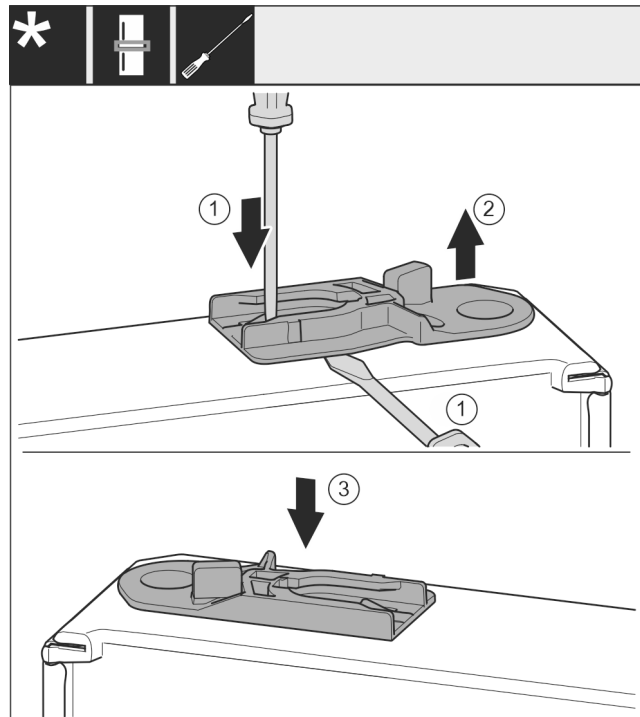

Fig. 38
- ▶ Trekk ut føringsbøssing: Trykk på lasken med skrutrekkeren, og kjør samtidig skrutrekkeren inn under føringsbøssingen. Fig. 38 (1, 2)
- ▶ Skyv føringsbøssingen som fulgte med leveringen inn på den andre hussiden. Fig. 38 (3)